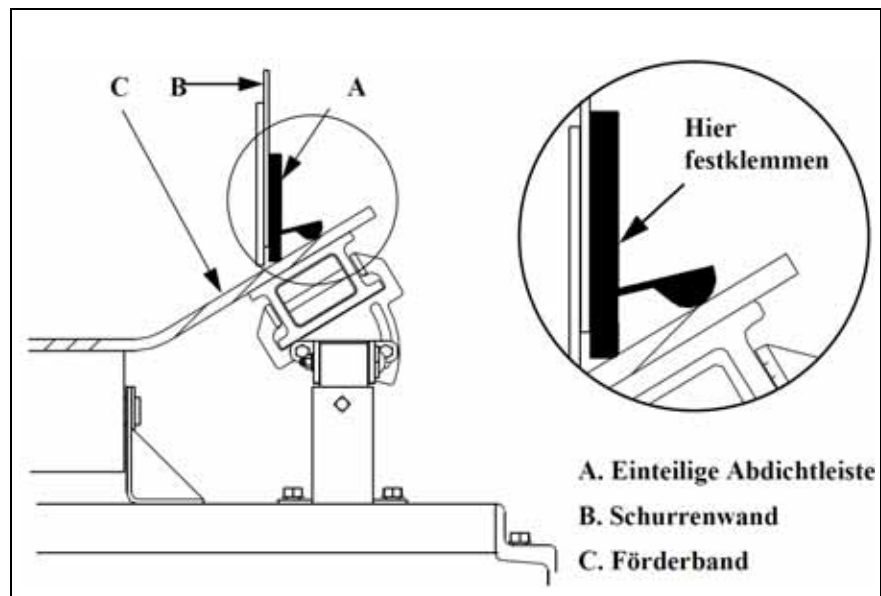

Abb. 5: Installation der einteiligen Abdichtleiste aus Gummi
1. Die Sekundärabdichtleiste aus Gummi bzw. die einteilige Abdichtleiste aus Gummi (A, Abb. 5) an der Schurrenwand (B, Abb. 5) positionieren.
2. Die Abdichtleiste so justieren, dass sie auf dem Förderband (C, Abb. 5) aufliegt, diese aber nicht auf das Förderband pressen. Sollte die Sekundärabdichtleiste über dem Förderband hinausragen, diese mit einem Messer bündig zum Förderbandrand abschneiden. Darauf achten, dass mindestens zwei Rippen der Sekundärabdichtleiste vorhanden sind und dass diese auf dem Förderband aufliegen. Bei der einteiligen Abdichtleiste ist dies nicht möglich.